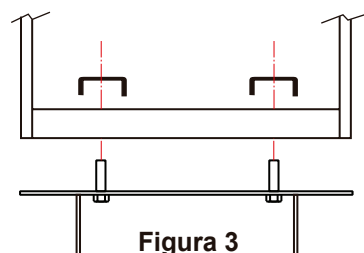

Figura 3
- Colocar los herreros "U" como se muestra en la **figura 3** y ajustar las tuercas.